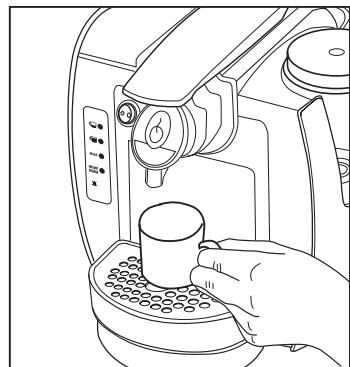

Fig.5
- Controllare che non ci siano capsule all'interno e accendere la macchina azionando l'interruttore principale (5)
- Posare una grande tazza vuota sotto l'apertura di erogazione caffè/tè/bevande. **(Fig. 5)**